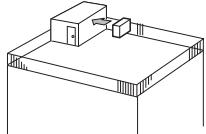

Fig. 2-4
- ① Richt de luchtuiltaat naar de dichterbijzijnde muur, op ongeveer 35 cm van de muur. (Fig. 2-4)